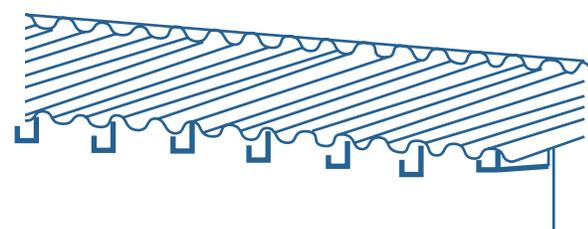

Figura 12. Colocación de soportes.
g. Realiza los demás soportes de Canaleta, utilizando el hilo de construcción como referencia de las diferentes alturas y asegurando que la separación entre soportes sea de 0.8 m como máximo (ver Figura 12).